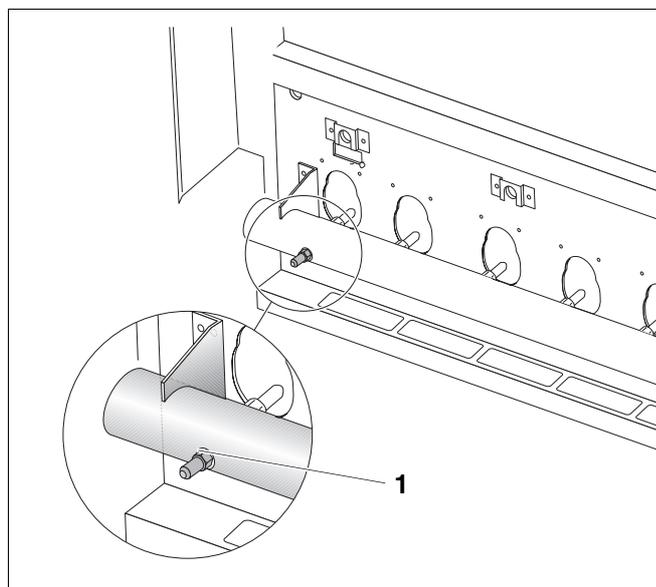

Fig. 32 Girare la vite di chiusura sul nippel di misura
- Rimuovere il tubo di misura e richiudere la vite di chiusura (fig. 32, **pos. 1**) del nippel di misura.